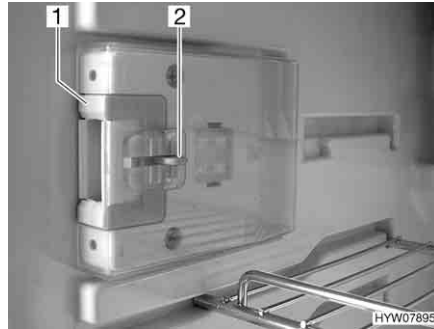
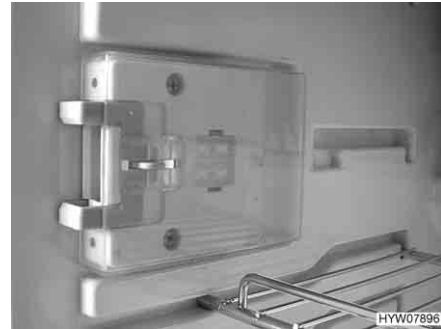

Fig. 233 Dispositivo de fecho em posição normal
Fig. 234 Dispositivo de fecho em posição de arejamento
- Empurre para dentro o dispositivo de destrava (Fig. 233,2).
- Desloque o dispositivo de fecho (Fig. 233,1) para a frente (Fig. 234).